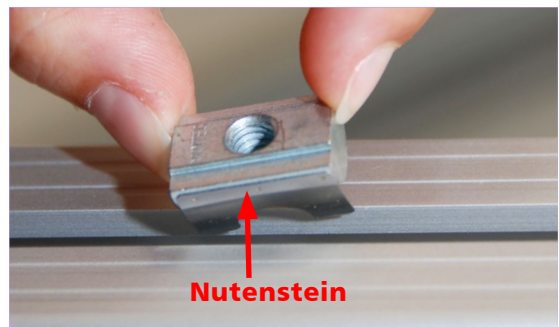

Abb. 3.2-7
Schritt ⑥ Für die Montage der 8 Winkel **A2e** benötigen Sie 16 x T-Nutensteine **M6** und 16 x Linsenflanschschrauben **M6x14**. Vermessen Sie das lange Rahmenteil **A2c**, welches Sie soeben an der Blende montiert haben. Von der Innenkante der Seitenständer bis zur Mitte der Schrauben sind es jeweils **930 mm**. Legen Sie 2 T-Nutensteine in die seitliche Führungsnut des langen Rahmenteils ein und richten Sie diese entsprechend aus (auf der anderen Seite des langen Rahmenteils ist die Blende eingerastet). Die T-Nutensteine sind mit der Feder nach unten durch eine Halbdrehung in die Führungsnuten einzulegen (**Abb. 3.2-7**).